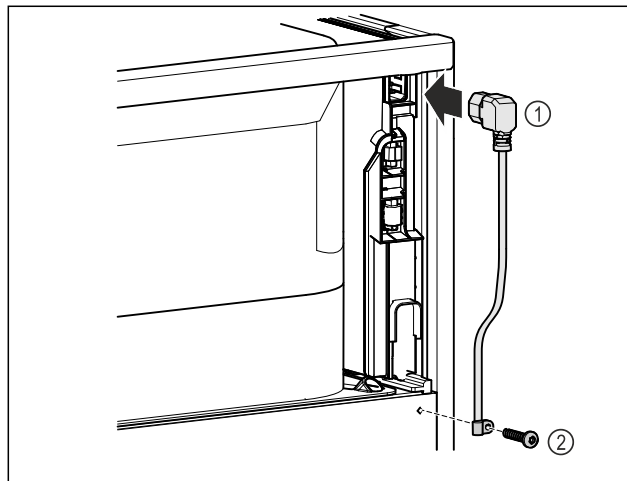

Fig. 9
- ▶ Ievietojiet tīkla pieslēguma vada vājstrāvas ierīces ligzdu Fig. 9 (1) ierīces aiz mugurē.
- ▶ Uzstādiet nostiepuma atslogošanas palīgierīci. Fig. 9 (2)